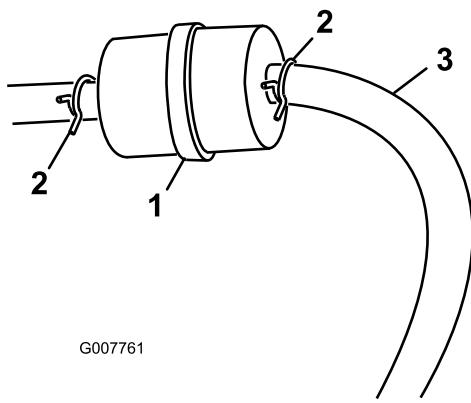

Figura 27
- Aperte as pontas dos grampos da tubagem e afaste-as do filtro (Figura 27).
5. Instale um filtro novo e coloque as braçadeiras junto ao filtro (Figura 27).
3. Desaperte a braçadeira do tubo no filtro de combustível e deslize-o para cima do tubo de combustível afastando do filtro (Figura 27).
4. Desligue o tubo de combustível do filtro (Figura 27).
Nota: Deixe a gasolina drenar para uma lata ou recipiente de combustível (Figura 27).
combustível para prender o tubo de combustível (Figura 27).